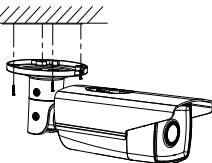

Abbildung 2-3 Montage der Kamera
1. Kleben Sie die Bohrschablone an den gewünschten Montageort. Bohren Sie das Schraubenloch und das Kabelloch gemäß der mitgelieferten Bohrschablone (siehe Abbildung 2-3).